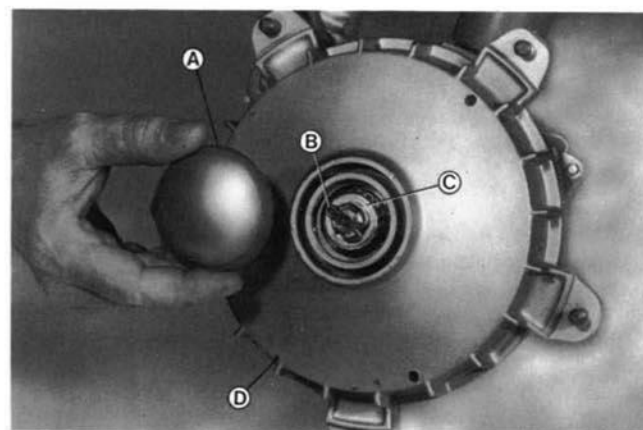
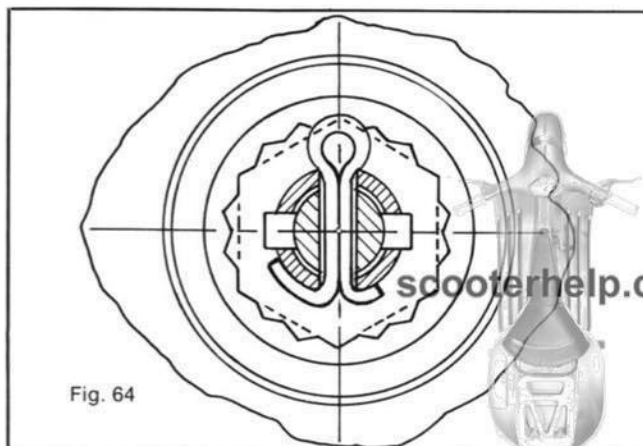

Fig. 63
Fig. 64
Fig. 63 - Locking of the front wheel drum (locking torque 7.5 - 9 Kgm.): fit the front wheel drum "D" on the wheel axle, and put on the securing cap "C", insert a new split pin "B", bend it as indicated in fig. 64 so that the play between cap and wheel axle is eliminated. Then fit the dust cover "A".
Notice - The operations concerning the split pin bending illustrated in fig. 64 are valid also for the rear wheel included also the models PK 50 and PK 50S.
Fig. 63 - Bloqueaje tambor rueda delantera (par de bloqueaje 7,5÷9 Kgm.): montar el tambor "D" sobre el eje rueda, bloquear la tuerca, posicionar el capuchón sujeta tuerca "C", montar una nueva grupilla "B" y doblarla como se ilustra en la fig. 64 de manera que no haya juegos entre capuchón y eje rueda. Completar las operaciones colocando el guardapolvo "A".
N.B. - Las operaciones relativas al doblado de la grupilla ilustradas en la fig. 64 valen también para la rueda trasera incluso los modelos Vespa PK 50 y PK 50S.